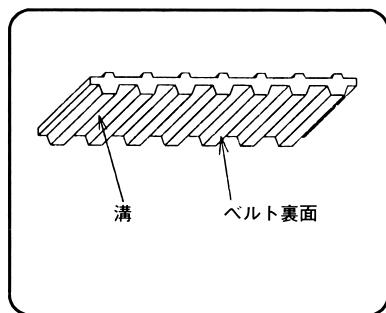

図 44
- (1) ベルトに水や洗剤(塩素系)をかけてブラシなどで洗います。特にベルト裏面の溝(図 44)は汚れがたまりやすいので念入りに行ってください。
- (2) 掃除後、50~70℃のお湯に 20 分程度入れます。または次亜塩素酸ナトリウム水溶液(0.5~1 %濃度)に 2 時間程度入れます。
- (3) 最後に拭きとり乾燥させます。